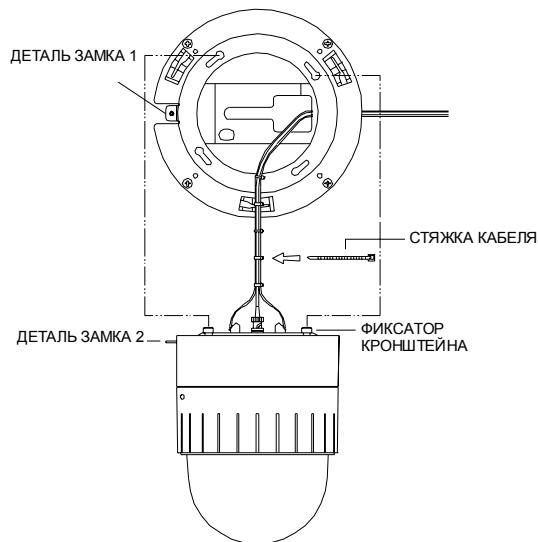

Рис.12
- Б-4** Выполните стяжку кабеля (Рис.12).
Вставьте фиксатор кронштейна в соответствующее отверстие на кронштейне (Рис.12).